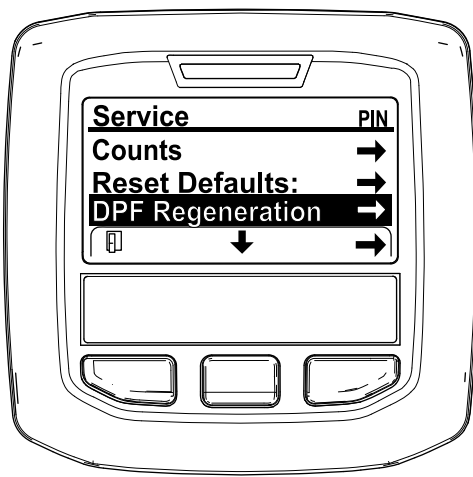

図 39
3. 整備メニューSERVICE MENUで、中央ボタンを押してDPF 再生DPF REGENERATIONへ移動し、右ボタンでDPF 再生DPF REGENERATIONを選択する 図 39。